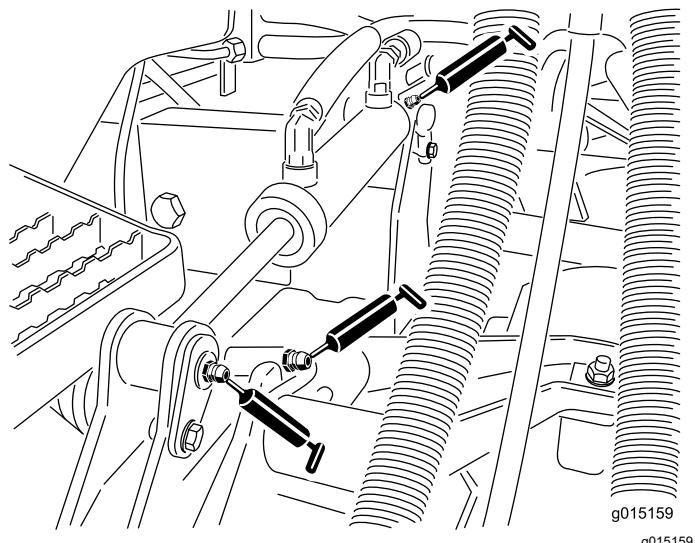

図 46
- 昇降アームのブッシュカッティングユニット 1台に 1ヶ所 図 46
- 昇降シリンダのブッシュカッティングユニット 1台に 2ヶ所 図 46